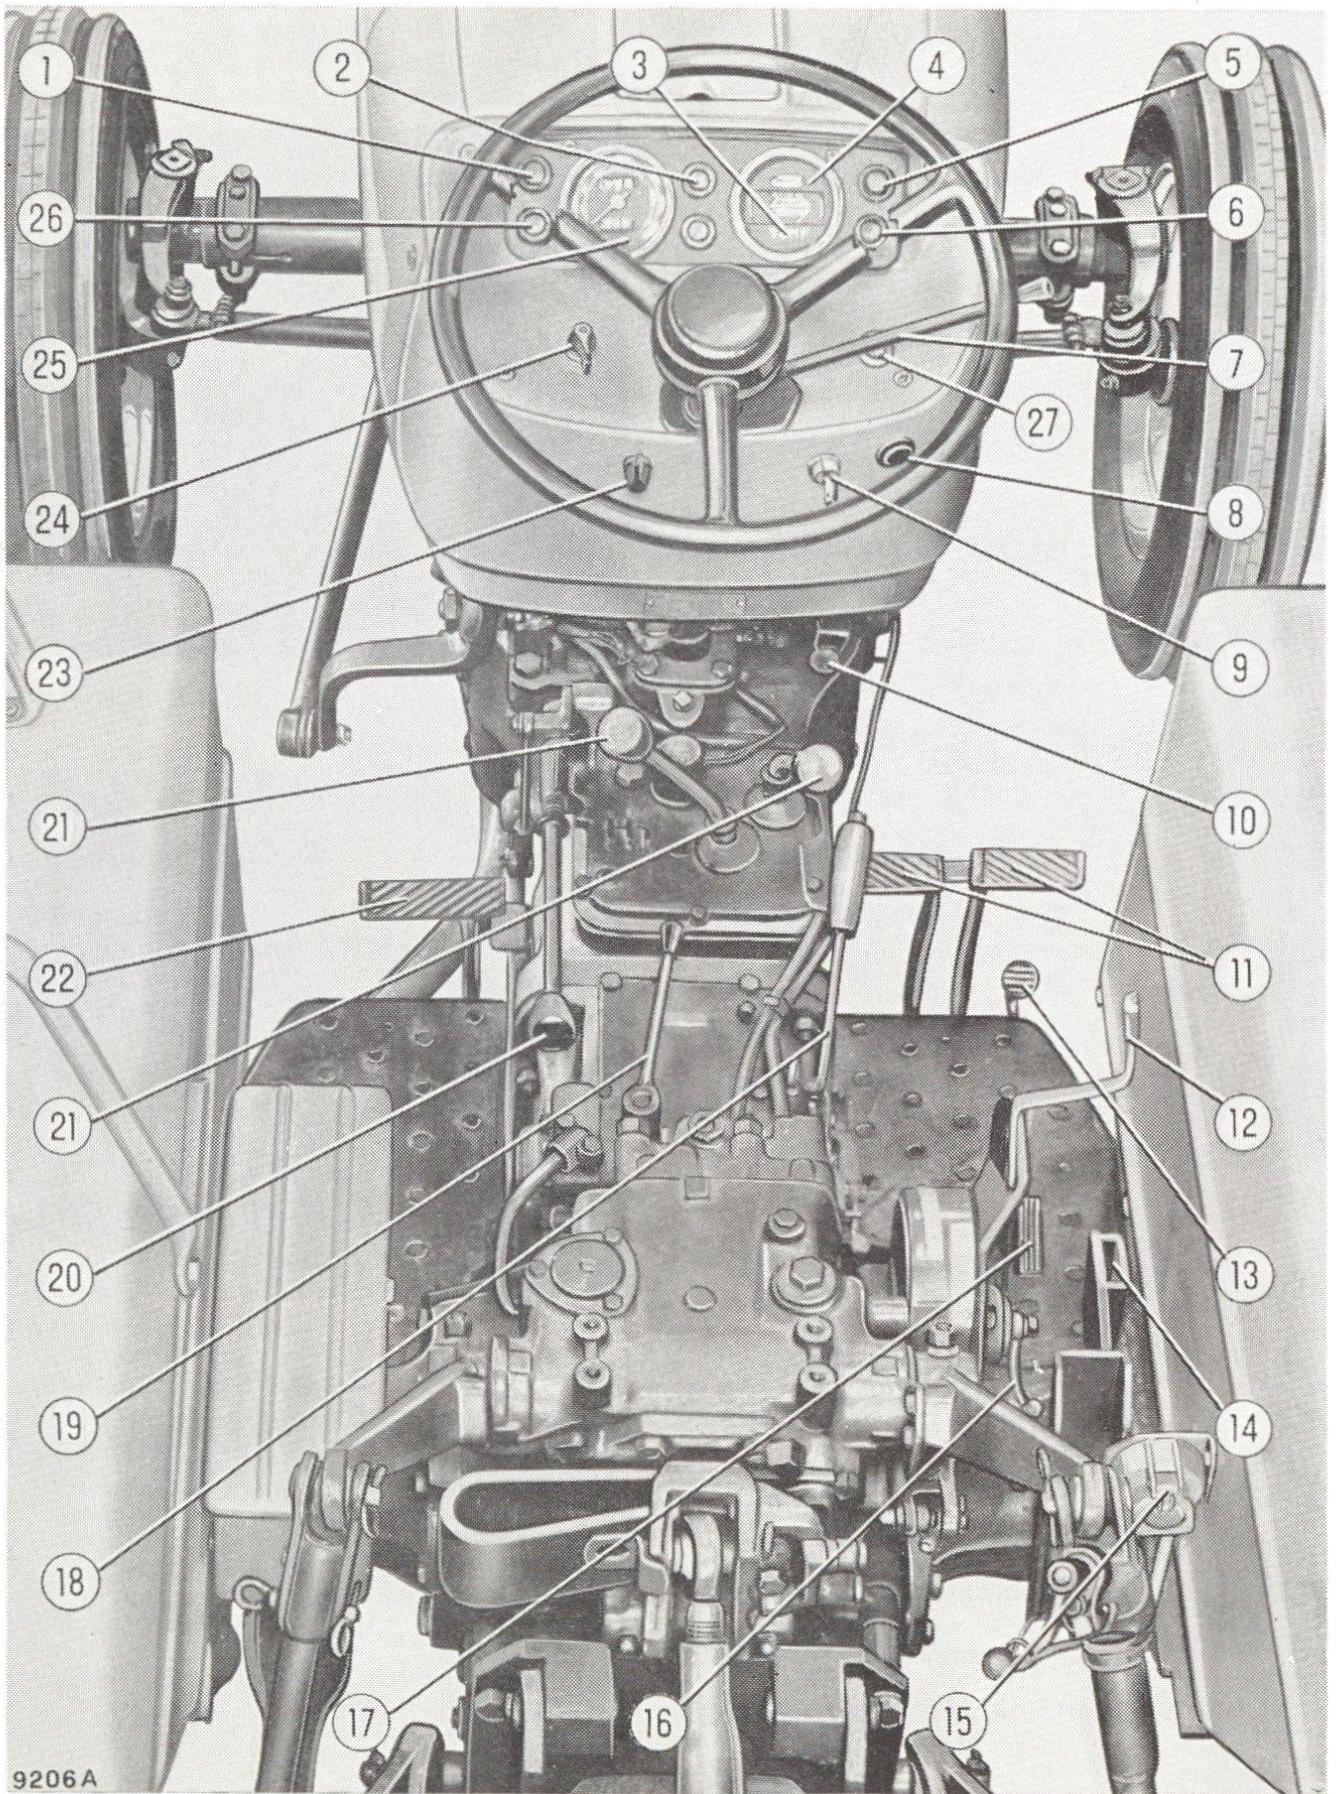

Fig. 4. - Commandes et appareils de contrôle.
5. Pousser à fond la tirette **10** (fig. 4) et, en même temps, presser le bouton de démarrage **24** (fig. 4), ou tourner à fond la manette du commutateur de démarrage, en position **3** (fig. 7) si le tracteur est équipé du thermostarter. Lâcher le bouton et la tirette ou la manette de démarrage dès que le moteur démarre.
- Tourner alors davantage la manette jusqu'à la position **2** et pousser à fond la tirette **10** (fig. 4). Dès que le moteur marche lâcher la manette et la tirette également si c'est le cas.
Mettre le moteur au ralenti et tirer à fond la tirette **10** (fig. 4). Dès que le moteur est arrêté, tourner la clé de contact (fig. 6) dans la position **0**, ou même en position **5** si l'éclairage est nécessaire.